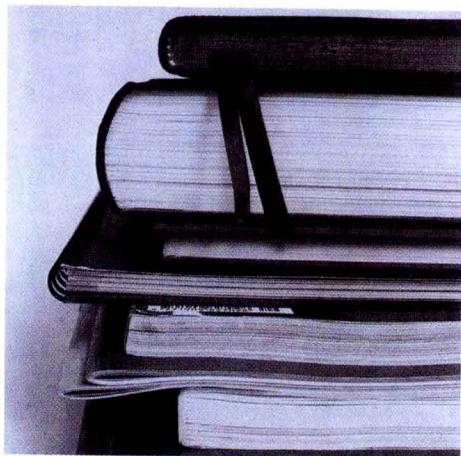

图1-3 不同装帧风格的印刷品
(3) 印后是印刷后期的工作,一般指印刷品的后加工,包括裁切、覆膜、模切、糊袋、装裱等,多用于宣传类和包装类印刷品。图1-3所示为加工后不同装帧风格的印刷品。